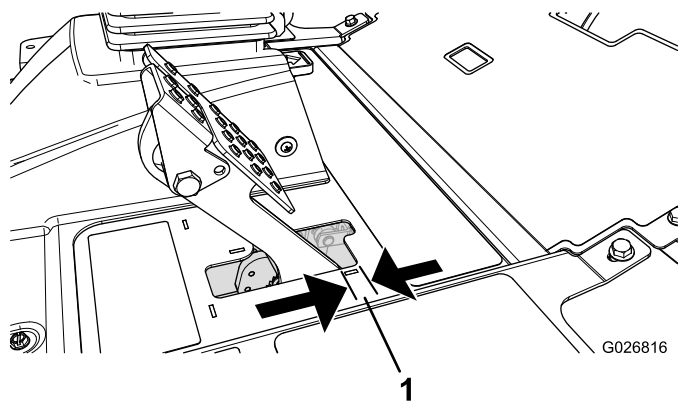

Figure 53
Régalez les freins si la garde à la pédale de frein est supérieure à 2,5 cm (Figure 53) ou si la force de maintien offerte est insuffisante. La garde est la distance parcourue par la pédale de frein avant que le freinage soit ressenti.
- Serrez l'écrou arrière afin de pouvoir déplacer le câble en arrière jusqu'à obtention d'une garde de 0,63 à 1,27 cm (Figure 53), avant le blocage de la roue.